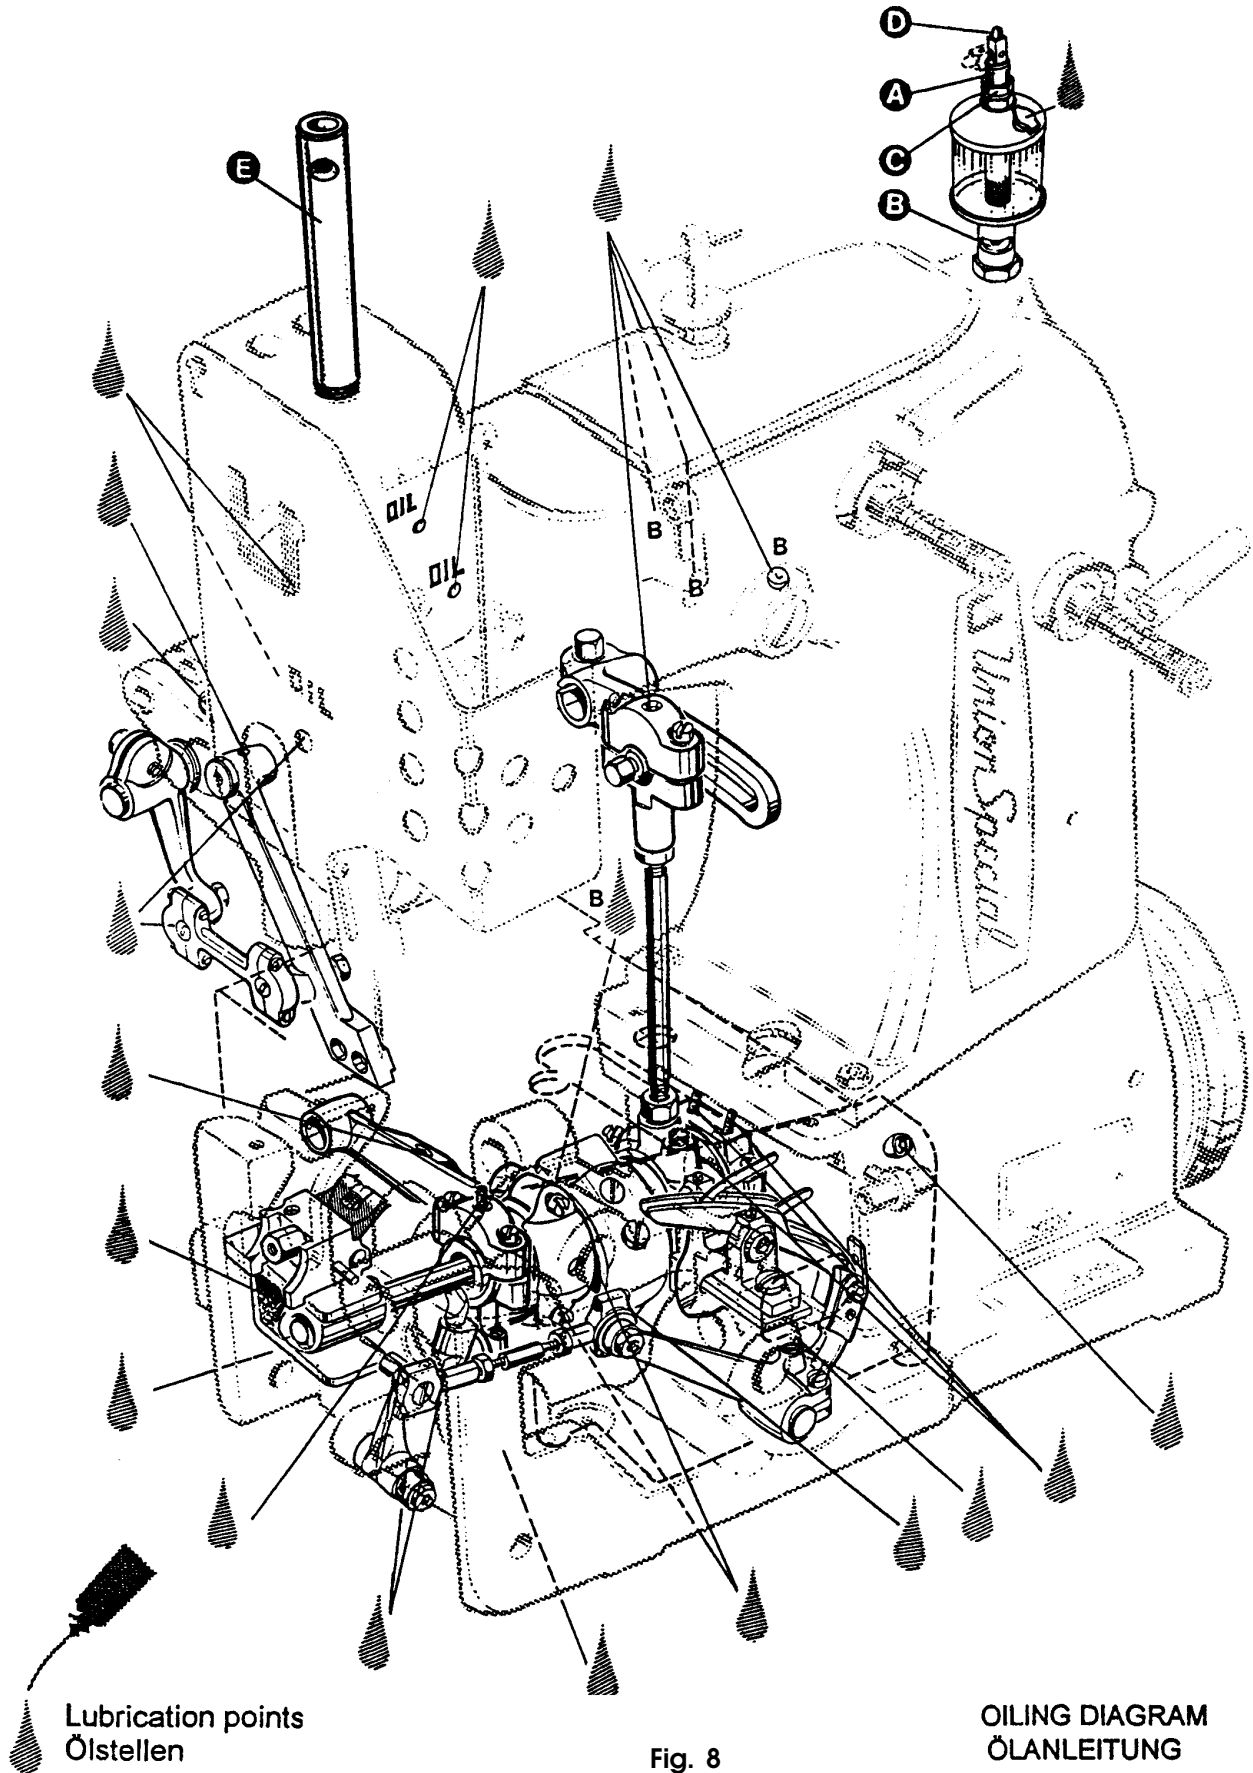

Fig. 8
Before operating a new machine for the first time, the sight feed oiler has to be adjusted. All lubrication points, indicated on the oiling diagram (Fig. 8), have to be oiled. For adjusting fill the sight feed oiler half-way with oil and turn the metering pin (A, Fig. 8) a little bit out and then turn it in, until there will flow two to three drops of oil per minute. This can be checked on the sight glass (B). Secure the setting of the metering pin with lock nut (C). Fill the oiler.
Antes de poner en marcha una nueva máquina por la primera vez, hay que fijar y ajustar el engrasador cuentagotas. Lubrique todos los puntos indicados en el diagrama de lubricación (Fig. 8).
Llene el engrasador cuentagotas hasta la mitad con aceite y ajuste girando el pasador de la regulación (A, Fig. 8) en tal manera para que suministre aproximadamente dos gotas de aceite por minuto. Este ajuste se puede revisar a través del vidrio (B). Asegure la posición del pasador de la regulación con la contratuerca (C). Llene el engrasador cuentagotas con aceite.
Si la máquina no está operando se puede parar el flujo del aceite doblando la palanca (D, Fig. 8) de engrasador cuentagotas.